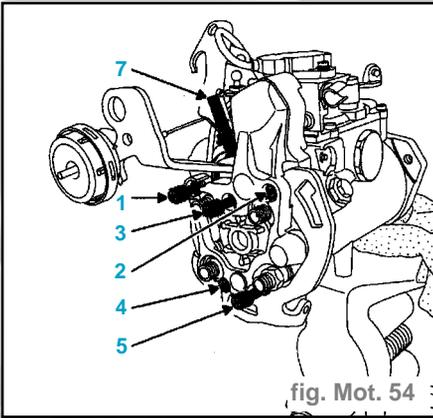

fig. Mot. 54
- Commencer par percer la vis longue (3) au centre du blindage, puis les vis courtes (1) et (2) et en-, suite les autres vis longues (4) et (5) (fig. Mot. 54).